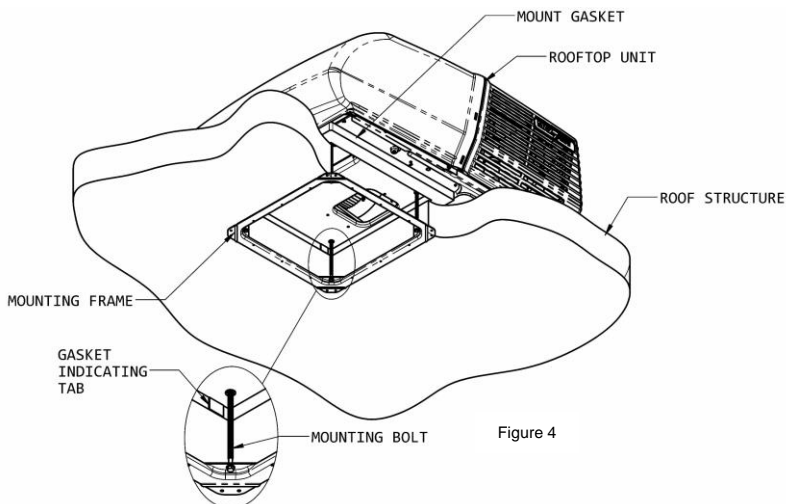

Figure 4
E. Fixation du climatiseur au toit - L'ensemble de plafond comprend un cadre de montage. Fixez le climatiseur au toit à l'aide des étapes véhicule. Reportez-vous à la Figure 4.
3. La tension appropriée de chaque boulon est atteinte quand toute partie de chaque languette indicatrice du joint vient en contact avec le toit. Voir Figure 4. L'unité supérieure est maintenant correctement installée avec la compression optimale du joint.